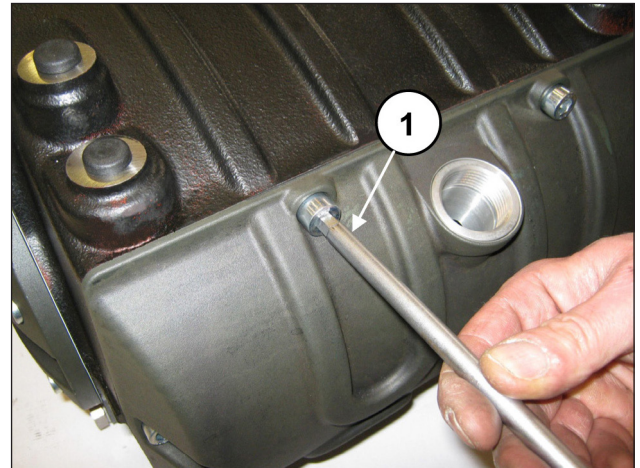

Abb. 2
Die vorgeschriebene Arbeitsabfolge lautet. Lassen Sie die Ölfüllung der Pumpe vollständig ab und demontieren Sie dann den Gehäusedeckel (samt O-Ring) durch Abdrehen der 6 Schrauben IM10 (Pos. ①, Abb. 2).